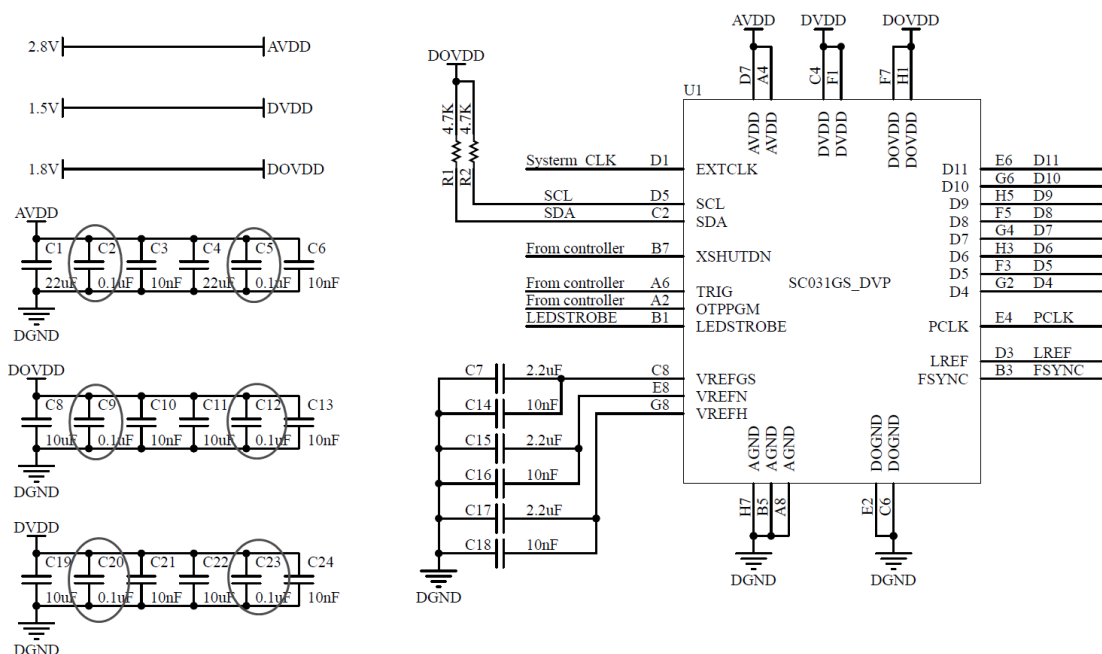
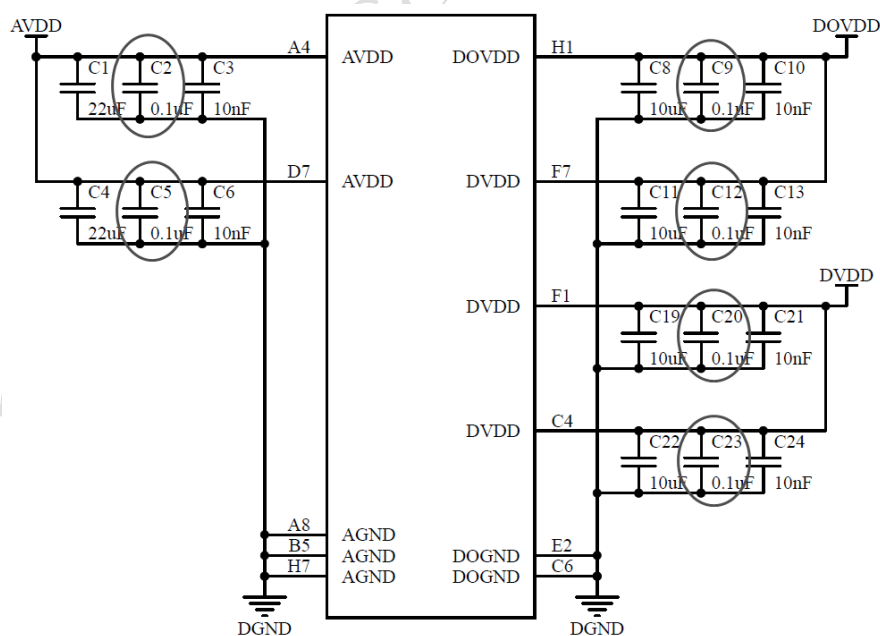

图 3-1 SC031GS DVP 接口典型应用电路
图 3-2 典型应用电路滤波电容连接方式
- a) 如果性能优先，可参考以下：AVDD 必须单独外接 2.8V 电源，在每路电源供给芯片靠近引脚处需要分别放三个电容（推荐电容组合 22uF+0.1uF+10nF），DOVDD 外接 1.8V 电源，在每路电源供给芯片靠近引脚处需要分别放三个电容（推荐电容组合 10uF+0.1uF+10nF），DVDD 外接 1.5V 电源，在每路电源供给芯片靠近引脚处需要分别放三个电容（推荐电容组合 10uF+0.1uF+10nF），分别滤除低频和高频的电源纹波。（为了更好的图像效果，我们推荐三个电容组合，电容大小可参考图 3-1 和图 3-2 提供的电容大小数据；